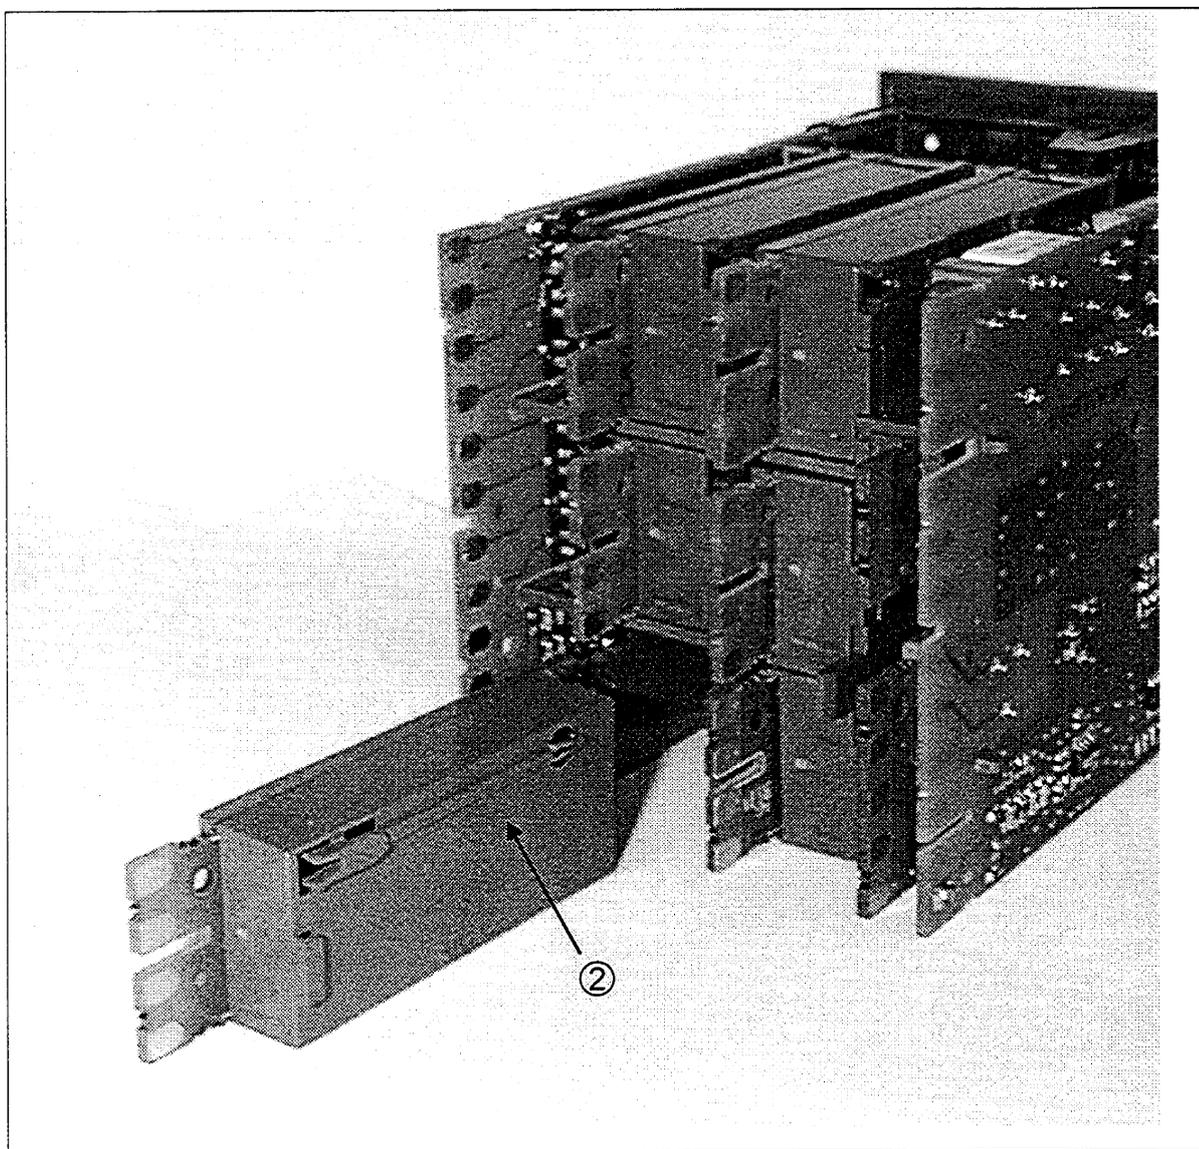

Figure 1-6 : modules enfichables
1. Retirer le régulateur de son manchon en poussant les deux clips de verrouillage ① (figure 1-6) vers l'extérieur et en le sortant de son manchon. Aucun outil n'est nécessaire pour cette opération.